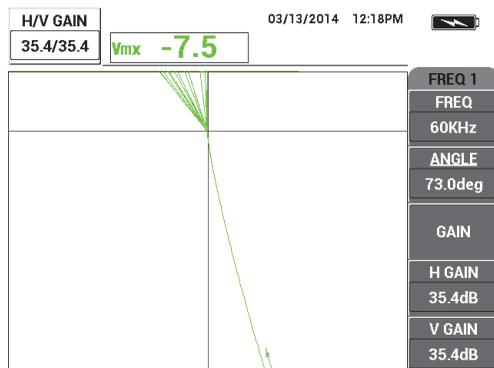

Рис. 5-76 Настройка усиления
10. Установите преобразователь на проводящий образец 45 %; нажмите клавишу GAIN (**dB**) и уменьшите усиление, так чтобы динамическая точка находилась в рабочей зоне экрана (см. Рис. 5-76 на стр. 194).